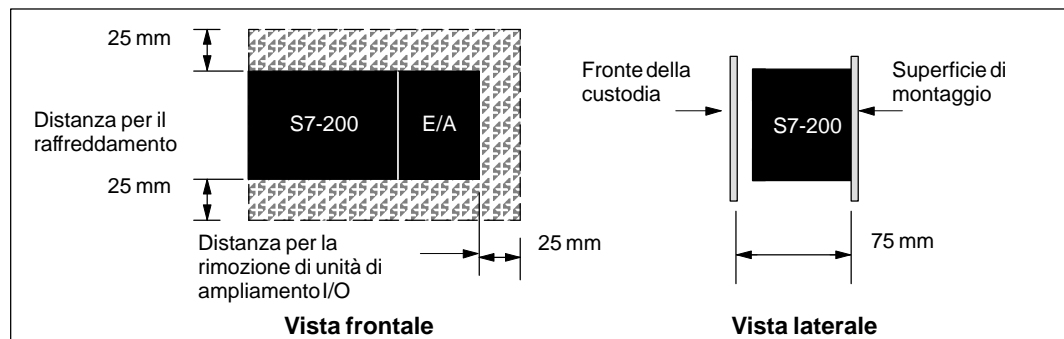

Figura 2-2 Requisiti di spazio per l'installazione del PLC S7-200 in posizione orizzontale e verticale
- La CPU S7-200 e l'unità di ampliamento sono progettate per il raffreddamento a convezione naturale. Occorre prevedere una distanza di almeno 25 mm, sia al di sopra che al di sotto delle unità, per ottenere il giusto raffreddamento. Vedere a questo proposito la figura 2-2. La durata dei dispositivi elettronici diminuisce con l'aumentare del tempo di funzionamento alla massima temperatura ambiente e al carico al massimo.
- Se si installa l'S7-200 su pannello in posizione orizzontale o verticale si deve lasciare libero uno spazio di 75 mm per la profondità minima del pannello. Vedere a questo proposito la figura 2-2.